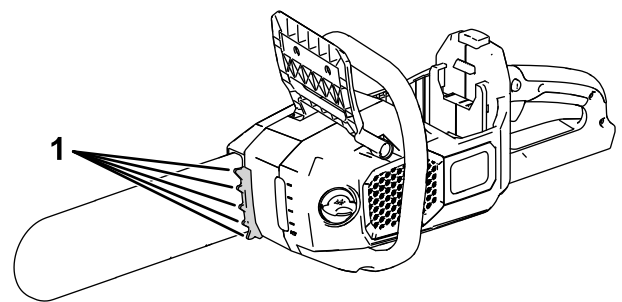

Figura 12
**Nota:** Puede utilizar las garras de tope (Figura 12) para aplicar una presión ligera.